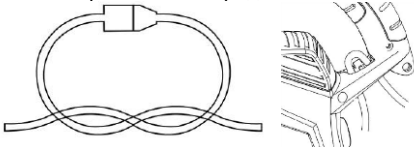

Рисунок 2.
- переконайтесь у відповідності мережевого подовжувача запланованим роботам. Для робіт на вулиці подовжувач повинен мати вологозахисне виконання. Для подовжувачів довжиною до 15 метрів жили повинні мати перетин 1,5 мм2. Для подовжувачів довжиною більше 15 метрів, але менше 40 метрів перетин жил повинен бути не менше 2,5 мм2. Завжди розмотуйте подовжувач на повну його довжину. З'єднувати подовжувач з шнуром виробу рекомендується за допомогою вилки та розетки, попередньо склавши шнури вузлом з фіксацією на рукояті виробу (див. рис. 2).